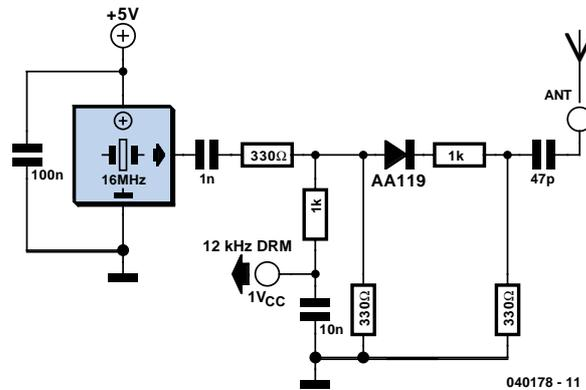

Figure 3. Mélangeur/modulateur à diode au germanium.
On pourra aussi utiliser le signal DRM pour tester d'autres récepteurs. Tout ce dont on a besoin pour compléter l'émetteur est un mélangeur. On pourrait, en principe, mettre à contribution un second récepteur DRM Elektor. Comme le mélangeur en anneau de trouve directement à l'entrée, il est possible de le monter en tête-bêche. Si vous ne disposez pas d'un second récepteur, vous aurez vite fait de réaliser un mélangeur. La **figure 3** donne le schéma d'un mélangeur à base de diode au germanium, mais il est également possible d'utiliser une diode Schottky. La sortie du mélangeur doit attaquer directement l'entrée d'antenne du récepteur.
À noter que le mélangeur de la figure 3 peut également servir de (bon) modulateur AM. On peut lui appliquer directement de l'audio qui sera rendue audible par un récepteur AM. En mode DRM on voit la porteuse à 16 000 kHz, le signal sur 16 012 kHz et la bande latérale inférieure à 15 988 kHz avec un signal DRM inversé. Il est également intéressant d'expérimenter avec d'autres largeurs de bande. Jusqu'à présent, l'émission en O.C. se fait à 10 kHz et à 9 kHz sur les P.O. Les normes permettent, pour les émissions DRM, une largeur de bande comprise entre 4,5 et 20 kHz. Il devient possible ainsi d'utiliser, dans le récepteur, un filtre de fréquence intermédiaire (FI) plus large (type CFW455C). DREAM convient fort bien pour ce genre d'expérimentations, pour, par exemple, l'émission d'i-mages (**figure 5**).